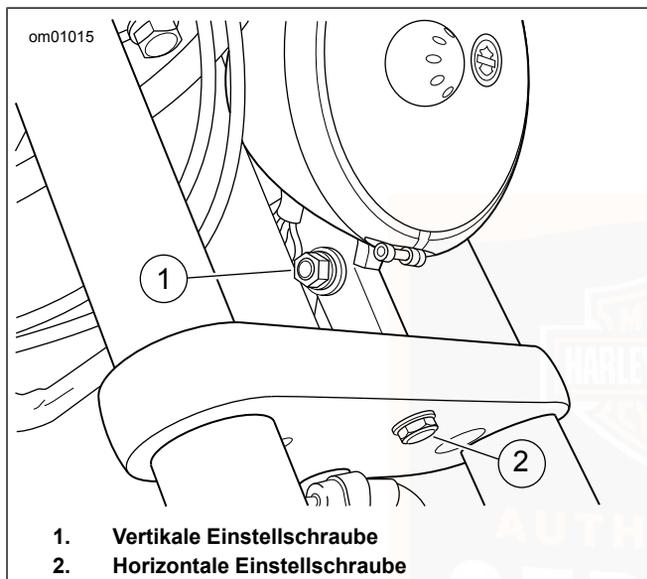

Abbildung 48. Scheinwerfereinstellung: Modelle außer FLD
1. Siehe Abbildung 48. Die Einstellschraube (2) für die horizontale Einstellung lösen, um die seitliche Einstellung des Scheinwerfers zu ermöglichen. Die Schraube auf ein Drehmoment von 33,9–40,7 N·m (25–30 ft-lbs) anziehen.
2. Die Mutter an der Einstellschraube (1) für die vertikale Einstellung lockern, um die Einstellung des Scheinwerferstrahls nach oben oder nach unten zu ermöglichen. Die Schraube auf ein Drehmoment von 33,9–40,7 N·m (25–30 ft-lbs) anziehen.